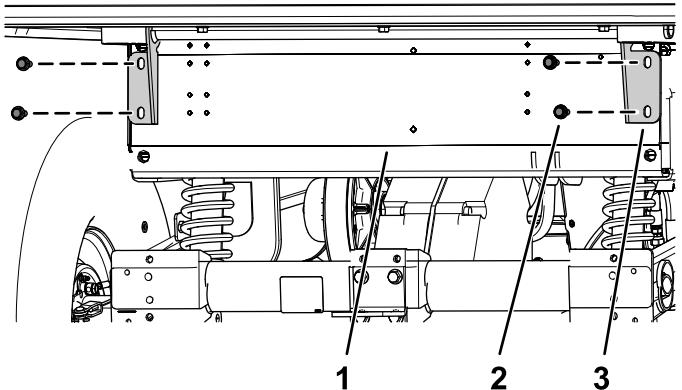

Figura 5
7. Rimuovete i 4 bulloni a testa flangiata ($\frac{3}{8}$ " x 1") che fissano le staffe con cerniera del pianale di carico al profilato del telaio posteriore della macchina (Figura 5).
3. Rimuovete i 4 bulloni a testa flangiata ($\frac{3}{8}'' \times 1''$) che fissano le staffe con cerniera del pianale di carico al profilato del telaio posteriore della macchina (Figura 5).